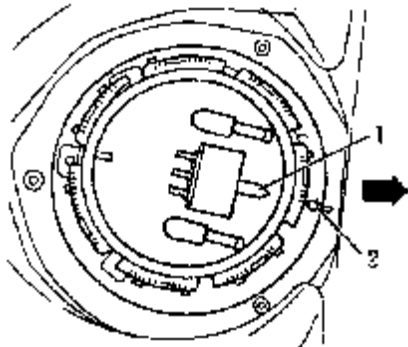

图 4-165 四轮驱动轿车供油单元法兰安装位置
(5) 对于四轮驱动轿车的供油单元，要注意供油单元法兰的安装位置，如图 4-165 所示，法兰上的标记 1 必须对准油箱上的标记 2，箭头指向行驶方向。